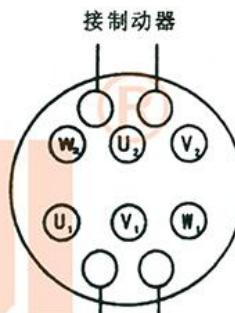

图7
- 10、接线板上接线柱的布置如图7所示。中间六个接线柱接三相电源。